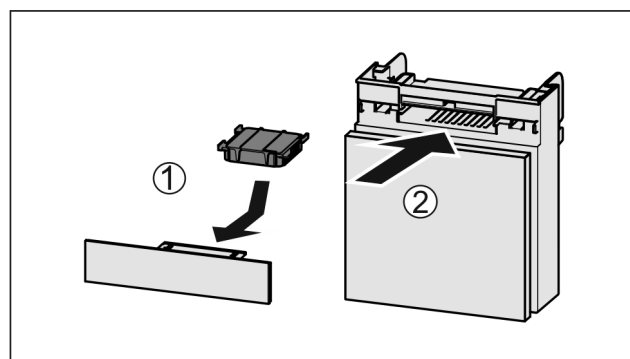

Fig. 153
- ▶ Aktivni ogljeni filter vstavite Fig. 153 (1) skladno s prikazom na sliki.
- ▶ Predal potisnite noter Fig. 153 (2).